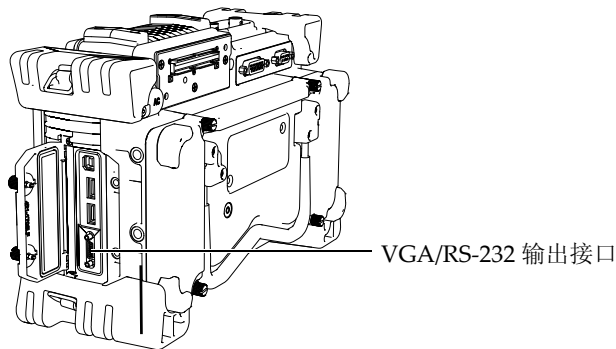

图 8-1 VGA/RS-232 输出接口
2. 将随仪器附送的 EPXT-C-VGA-6 线缆的一端连接到 EPOCH 1000 系列仪器的 VGA/RS-232 输出接口（参见第 118 页的图 8-1），然后将另一端连接到 VGA 设备。